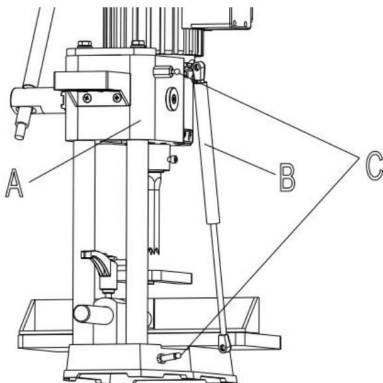

Abb. 4
3. Stellen Sie sicher, dass der Kopf (A) Abb.4 in der oberen Position gehalten wird und montieren Sie die Gasfeder (B) an die beiden Anschlüsse (C), einer an der Säule und einer an der Rückseite des Kopfes.